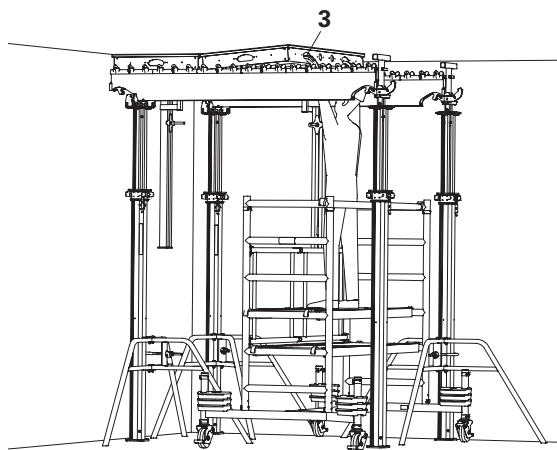

Fig. A4.07
3. Collocare altri due pannelli. (Fig A4.07)